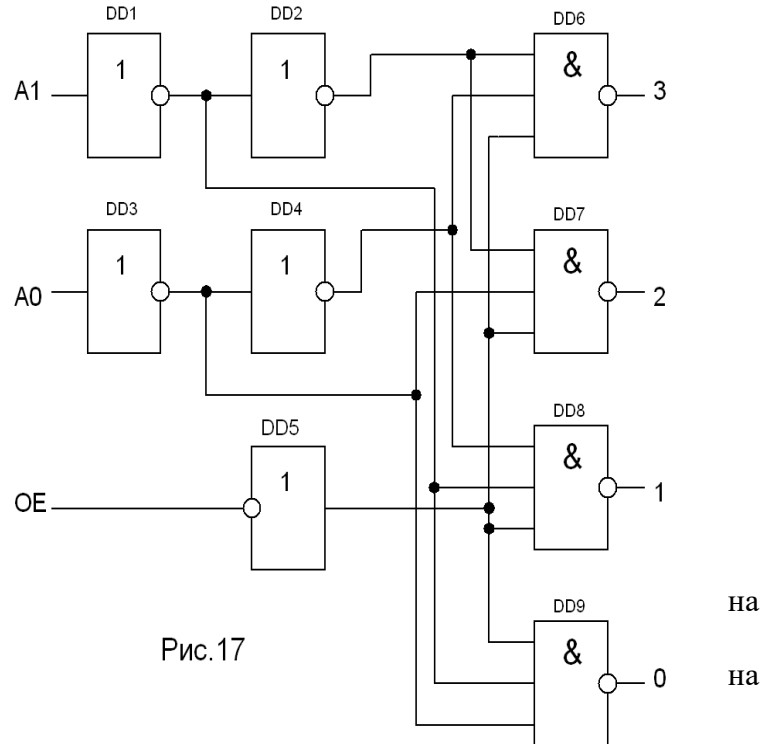

Рис.17
на рис. 17 какую функцию выполняет данная схема?
схемы на рис.17 поданы сигналы логической единицы (высокий уровень). Определить какие уровни сигналов будут на выходах?
**Вопрос 52.** На входы A1, A2 и схемы на рис.17 поданы сигналы логической единицы